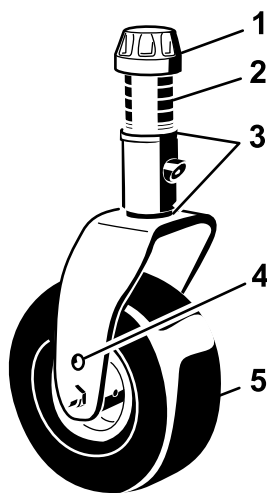

Figure 17
4. Enlevez le chapeau de tension de l'axe de pivot et sortez l'axe du bras de la roue pivotante (Figure 17).